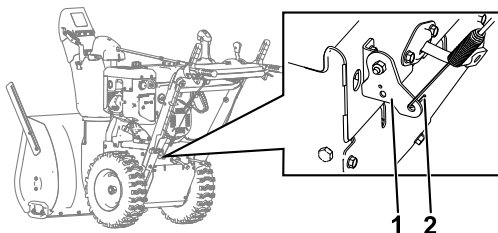

Figure 7
- Accrochez le câble de commande de déplacement au nouveau support comme montré à la Figure 7.
**Remarque:** Veillez à orienter le câble de commande de déplacement comme montré à la Figure 7.